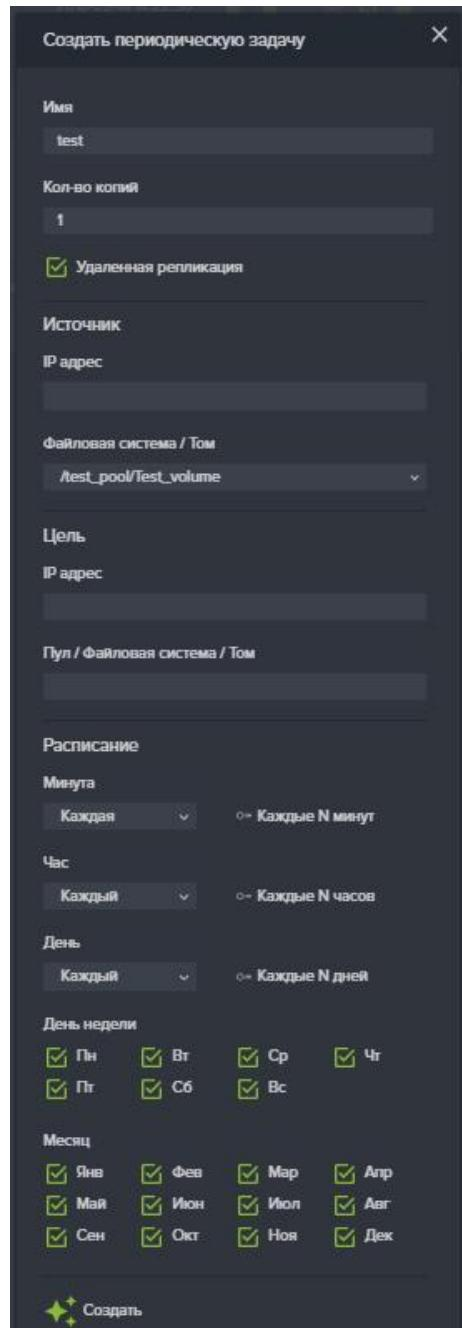

Рисунок 85 – Окно создания расписания периодической задачи
2. Нажмите на кнопку «Создать новую задачу», откроется окно создания задач (см. Рисунок 85).